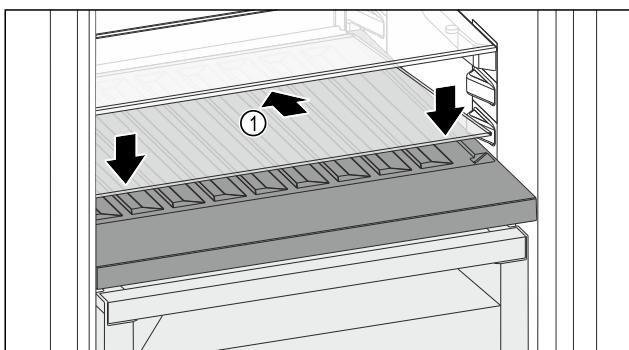

Fig. 111
- Вставьте стеклянную пластину Fig. 111 (1) наискосок и с уклоном назад вниз.
- Опустите стеклянную пластину Fig. 111 (1) спереди.